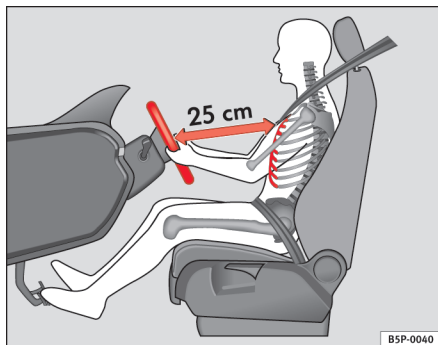

Fig. 1 Den rigtige afstand mellem fører og rat
- Indstil rattet, så afstanden mellem rattet og førerens brystkasse mindst er 25 cm ⇒ fig. 1.
<ul style="list-style-type: none"> <li>• Hvis føreren sidder forkert, kan det medføre alvorlige kvæstelser.</li> <li>• Indstil førersædet, så der mindst er 25 cm mellem brystkassen og rattets midte ⇒ side 9, fig. 1. Hvis du sidder tættere på end 25 cm, beskytter airbagsystemet ikke optimalt.</li> <li>• Hvis du på grund af fysiske forhold ikke er i stand til at overholde minimumsafstanden på 25 cm, skal du kontakte et værksted. Der kan de rådgive dig om eventuelle nødvendige ændringer.</li> <li>• Under kørsel skal du altid have begge hænder på rattet. Tag fat om rattets sider på den yderste kant (i en position svarende til klokken 9 og 3). Det reducerer faren for kvæstelser, hvis førerens frontairbag udløses.</li> <li>• Hold aldrig begge hænder på den øverste del af rattet (i en position svarende til klokken 12) eller i en anden position (fx i midten af rattet). I sådanne situationer kan du som fører pådrage dig kvæstelser på armene, hænderne og i hovedet, hvis frontairbaggen udløses.</li> <li>• For at reducere faren for kvæstelser, som føreren kan pådrage sig i tilfælde af en pludselig opbremsning eller ulykke, må ryglænet aldrig være stillet langt tilbage under kørsel! Airbagsystemet og sikkerhedsselen beskytter kun optimalt, hvis ryglænet står i lodret position, og føreren har spændt sikkerhedsselen korrekt. Jo længere ryglænet er stillet tilbage, desto større er faren for kvæstelser, hvilket skyldes, at sikkerhedsselen ikke sidder korrekt, og at siddepositionen er forkert!</li> <li>• Indstil hovedstøtten korrekt for at få optimal beskyttelse. ■</li> </ul>